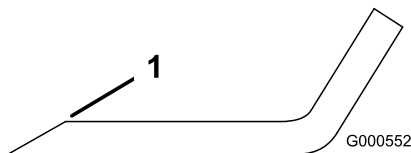

Figura 104
- Utilice una lima para afilar el filo de corte en ambos extremos de la cuchilla (Figura 104).
Nota: Si la cuchilla no está equilibrada, rebaje algo el metal en la parte de la vela solamente (Figura 104).